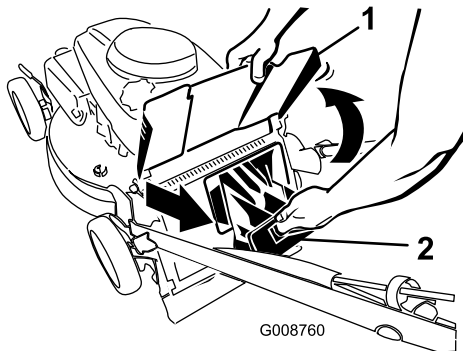

Figura 21
- Levante y sujete el deflector de descarga (Figura 21).